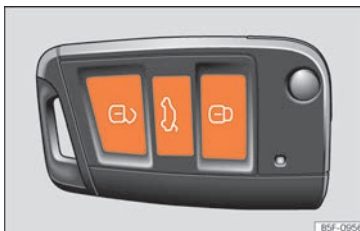

Fig. 52 Llave por control remoto: teclas.
- Bloquear: pulse el botón  >>> **fig. 52**.